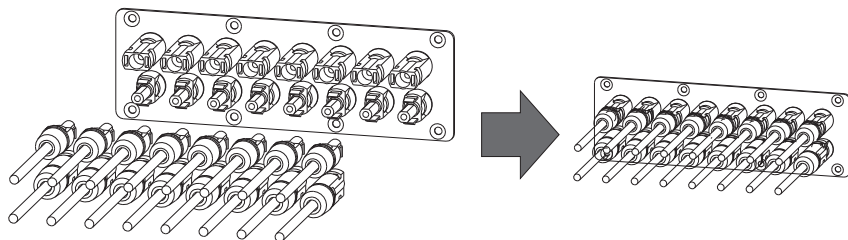

图4-7
- 图4-7为直流侧的接线端口示意图，请注意：连接头需要公头母头匹配连接，在连接电池板之前，请先确定直流输入极性是否正确，即光伏组件的正极接入逆变器标示“+”的直流输入端子，负极接入标示“-”的直流输入端子。